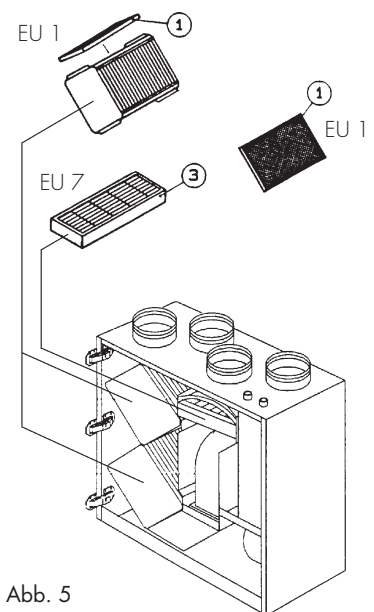

Abb. 5
3. Die Filter auf Verschmutzung prüfen (Abb. 5):